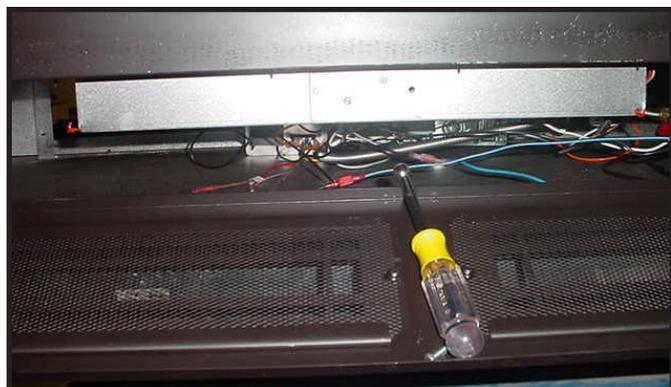

Figure 4.4 Retrait des boulons
2. Retirez les deux boulons à l'aide d'un tourne-écrou de 8 mm (5/16 po) Voir la figure 4.4.